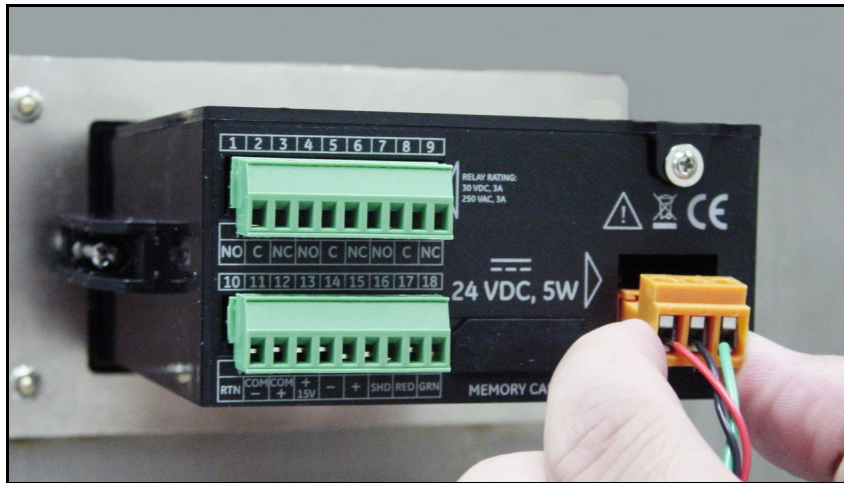

Figura 42: Reinsrir o conector CC
4. Reinsira o conector CC do painel posterior (veja Figura 42).